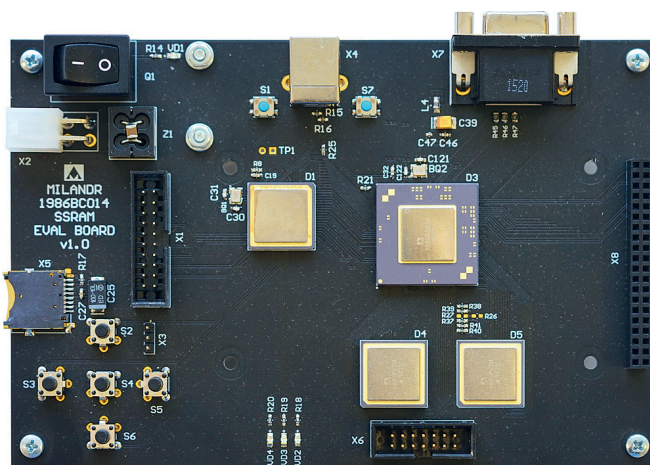

Рис. 3. Демонстрационная плата для микросхемы контроллера видеоадаптера 1986BC018 с двумя микросхемами синхронного СОЗУ 1645PY7Я
- демонстрационная плата с внешней синхронной статической оперативной памятью (две микросхемы 1645PY7Я) (рис. 3).